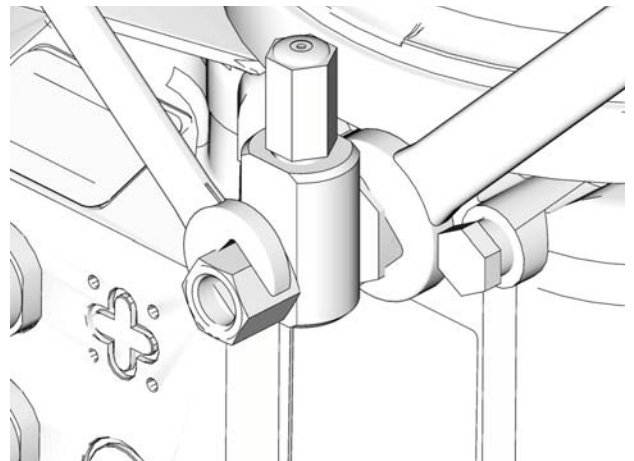

FIG. 17
1. Desserrez le raccord d'élément de pompe (FIG. 17).
3. Serrez le raccord d'élément de pompe à l'aide de deux clés travaillant dans des directions opposées (FIG. 17).